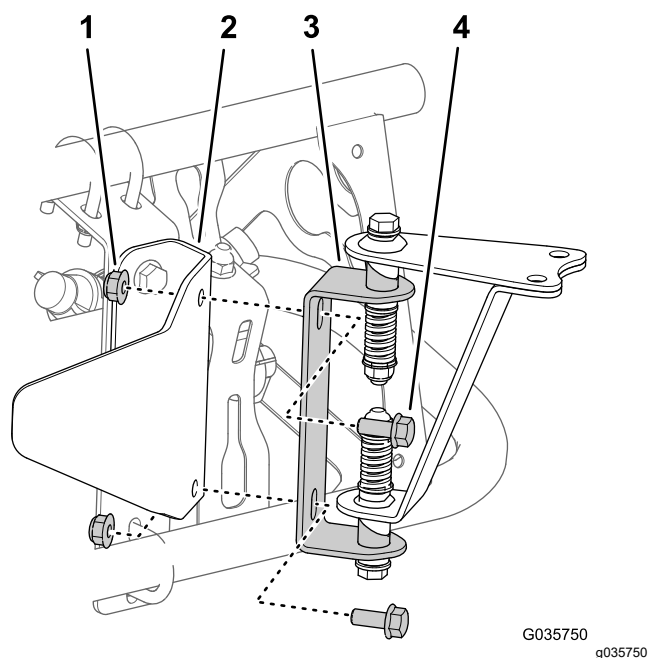
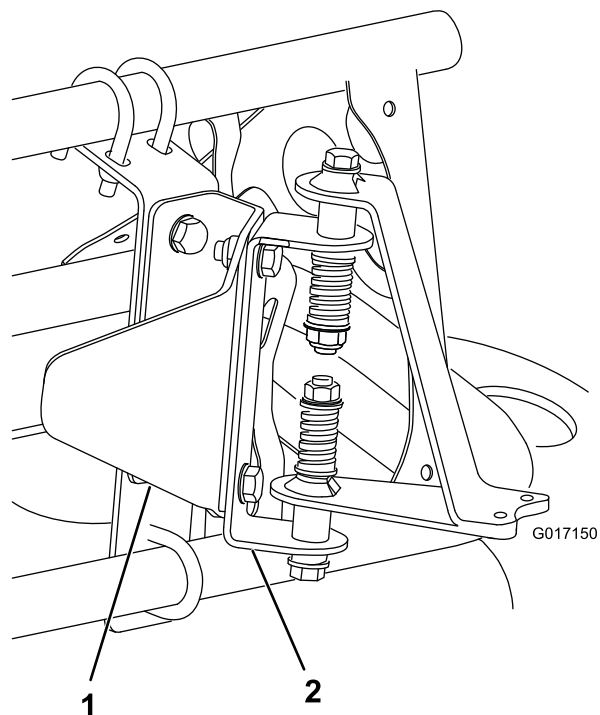

Figura 18
Figura 19
3. Instale los herrajes de montaje del sensor en el soporte del protector del sensor con 2 pernos (5/16" x 3/4") y 2 contratuercas (5/16") según se muestra en Figura 18 (brazo abierto) o Figura 19 (brazo cubierto).